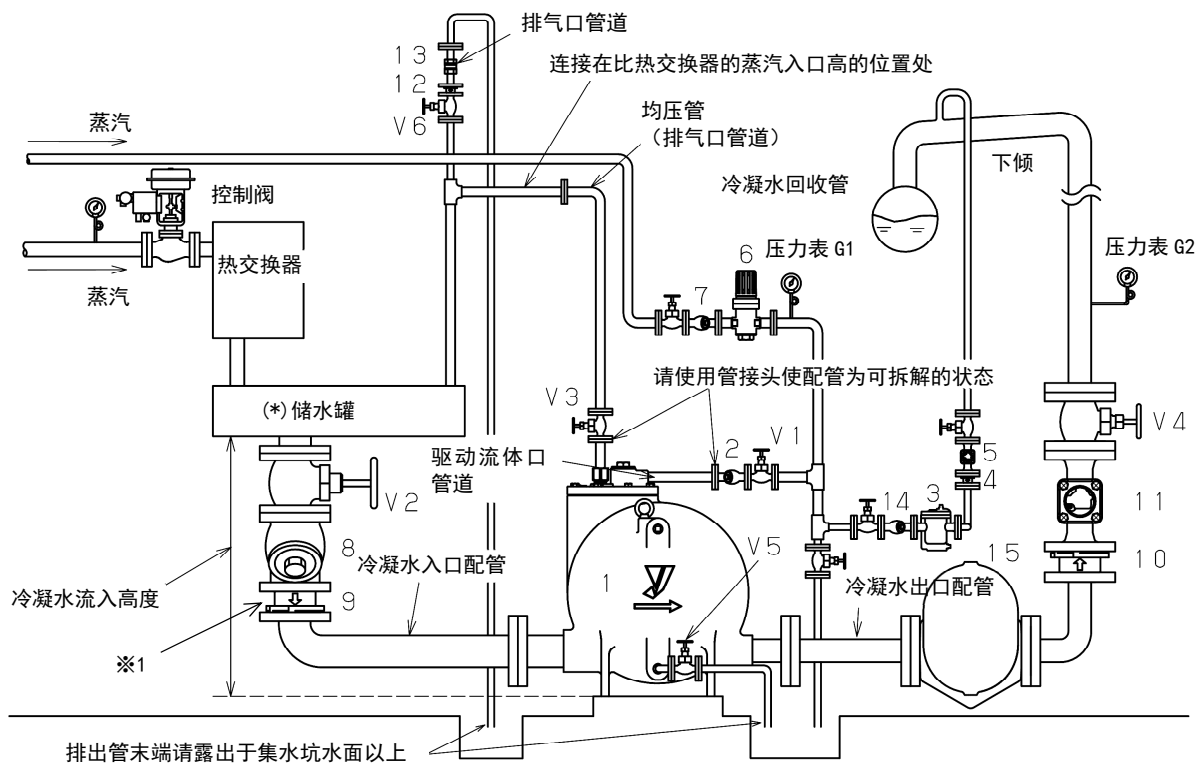

图 6
(14) 封闭系统时的注意事项
- 请务必将均压管配置在高于热交换器的蒸汽入口的位置处。（参照图 6）
- 请务必在均压管上安装排气阀和止回阀。（参照图 6）
各截止阀符号和编号请参照图 6。另外，若发生水锤，请立即中止操作，并关闭正在操作的截止阀。